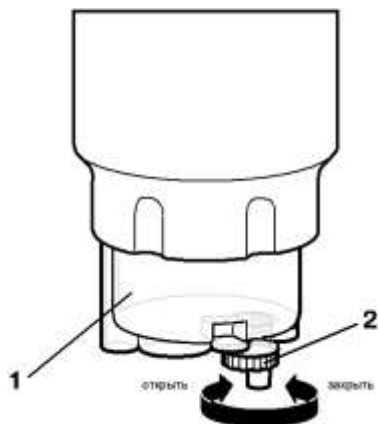

Рисунок 40. Слив воды:
2. Отвернуть резьбовую пробку сливного отверстия 2 (рисунок 40) на дне водосборного отстойника 1 на 1-2 оборота и дать воде и примесям стечь в подставленную ёмкость.